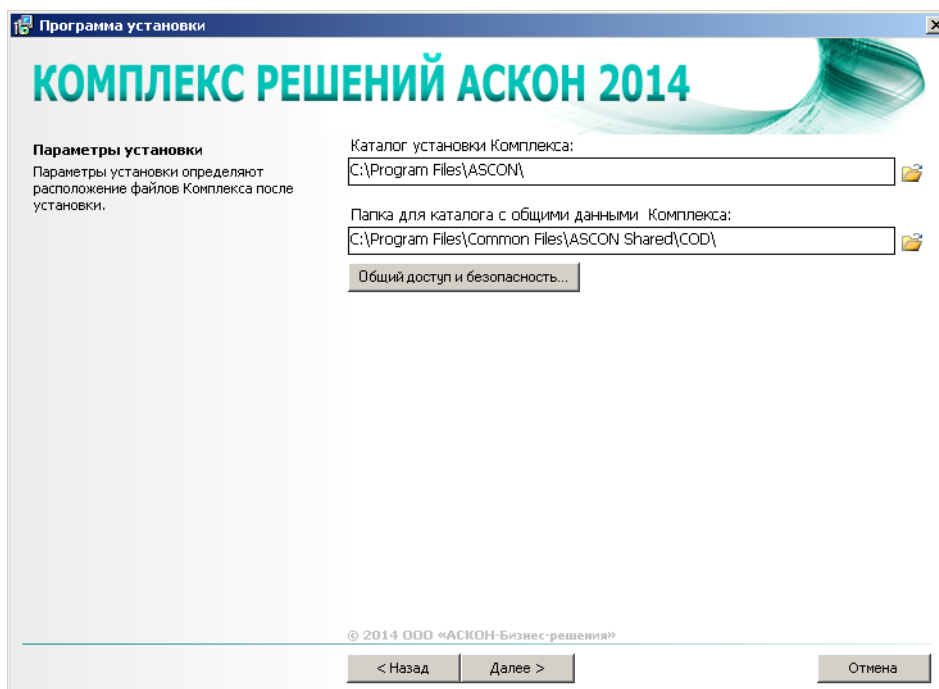

Рис. 3.9.
1. Укажите полное имя каталога, в который будут установлены компоненты *Комплекса* (рис. 3.9). При необходимости воспользуйтесь кнопкой **Выбрать**, чтобы указать каталог в стандартном окне Windows.
- ▼ При **первой установке КОМПЛЕКСА РЕШЕНИЙ АСКОН 2014** укажите полное имя папки, в которую будет **установлен** каталог с общими данными *Комплекса*. При необходимости воспользуйтесь кнопкой **Выбрать**, чтобы указать папку в стандартном диалоге Windows (см. рис. 3.9).
3. При установке каталога с общими данными нажмите кнопку **Общий доступ и безопасность** (см. рис. 3.9 на с. 26) и в появившемся стандартном диалоге Windows откройте общий доступ к этому каталогу.